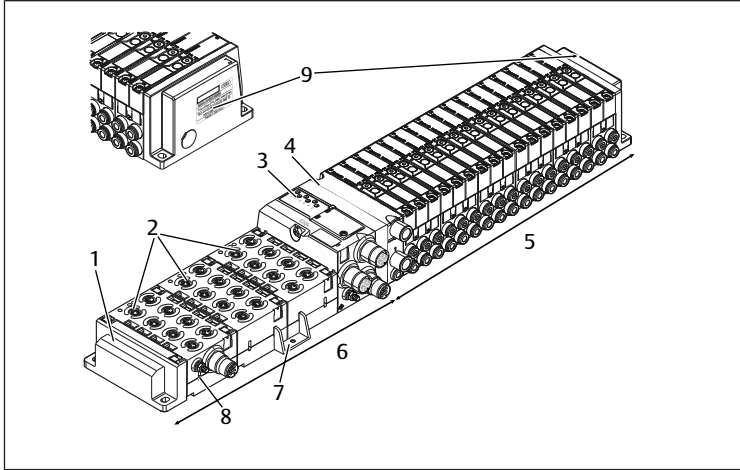
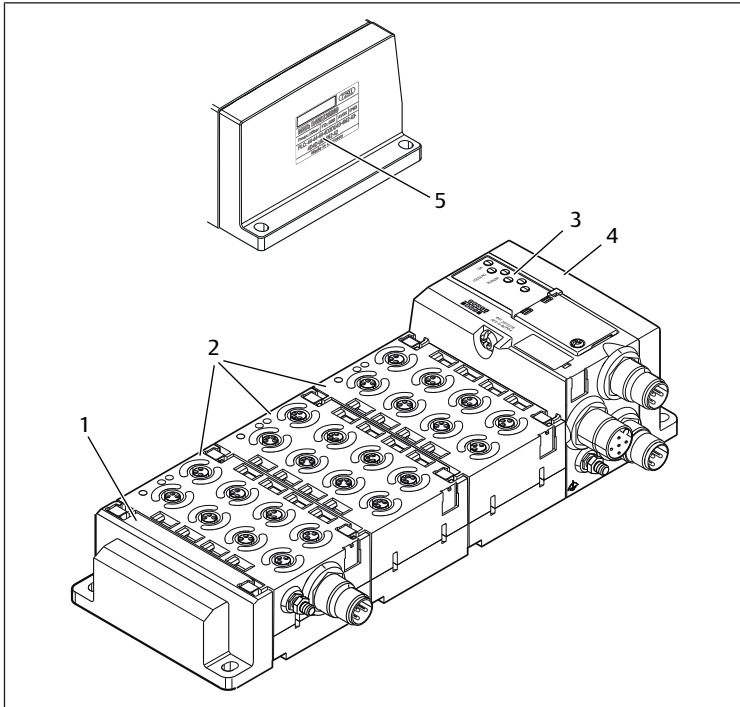

Fig. 1: Unité composée de distributeurs de série AV et d'une unité AES
Fig. 2: Unité AES en tant que variante Stand Alone
- à droite avec trois vis sur la plaque d'adaptation (voir Fig. 1: Unité composée de distributeurs de série AV et d'une unité AES (4)) et Fig. 12: Fixation du coupleur de bus à droite) ou sur la plaque terminale droite pour la variante Stand Alone (voir Fig. 2: Unité AES en tant que variante Stand Alone (4) et Fig. 2: Unité AES en tant que variante Stand Alone),
- à gauche avec deux éléments de serrage élastiques sur un module E/S (voir Fig. 1: Unité composée de distributeurs de série AV et d'une unité AES (2)) ou sur la plaque terminale gauche (voir Fig. 1: Unité composée de distributeurs de série AV et d'une unité AES (1)).
- à droite avec les deux éléments de serrage élastiques fournis sur un coupleur de bus (voir Fig. 1: Unité composée de distributeurs de série AV et d'une unité AES (3)) ou un module E/S,
3. Le cas échéant, retirer l'équerre de fixation (voir Fig. 1: Unité composée de distributeurs de série AV et d'une unité AES (7)) des modules E/S.